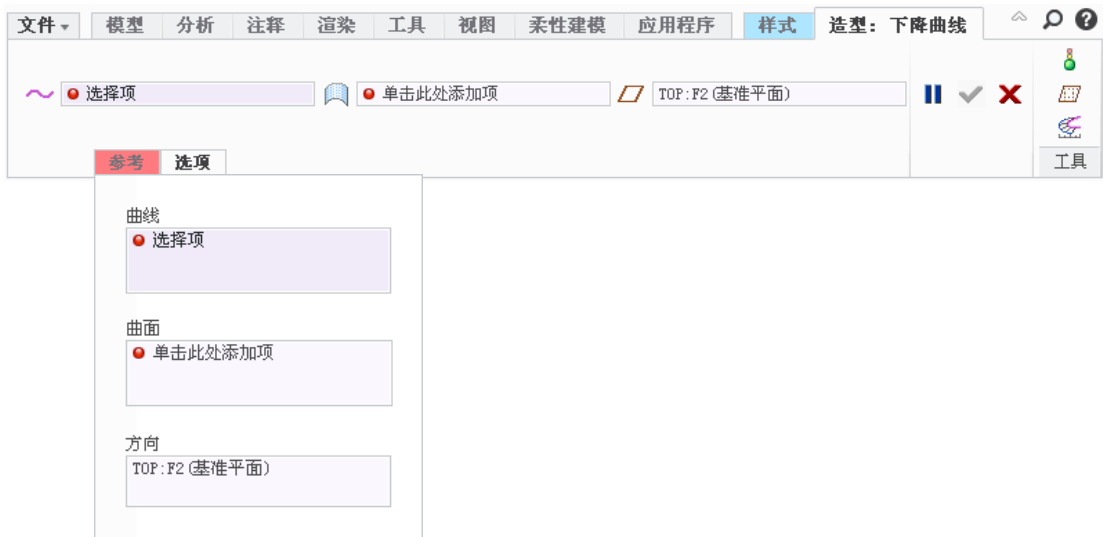

图 8.2.20 “造型：下降曲线”操控板
Step4. 单击 **样式** 功能选项卡 **曲线** 区域中的“下落曲线”按钮 。系统弹出图 8.2.20 所示的“造型：下降曲线”操控板。